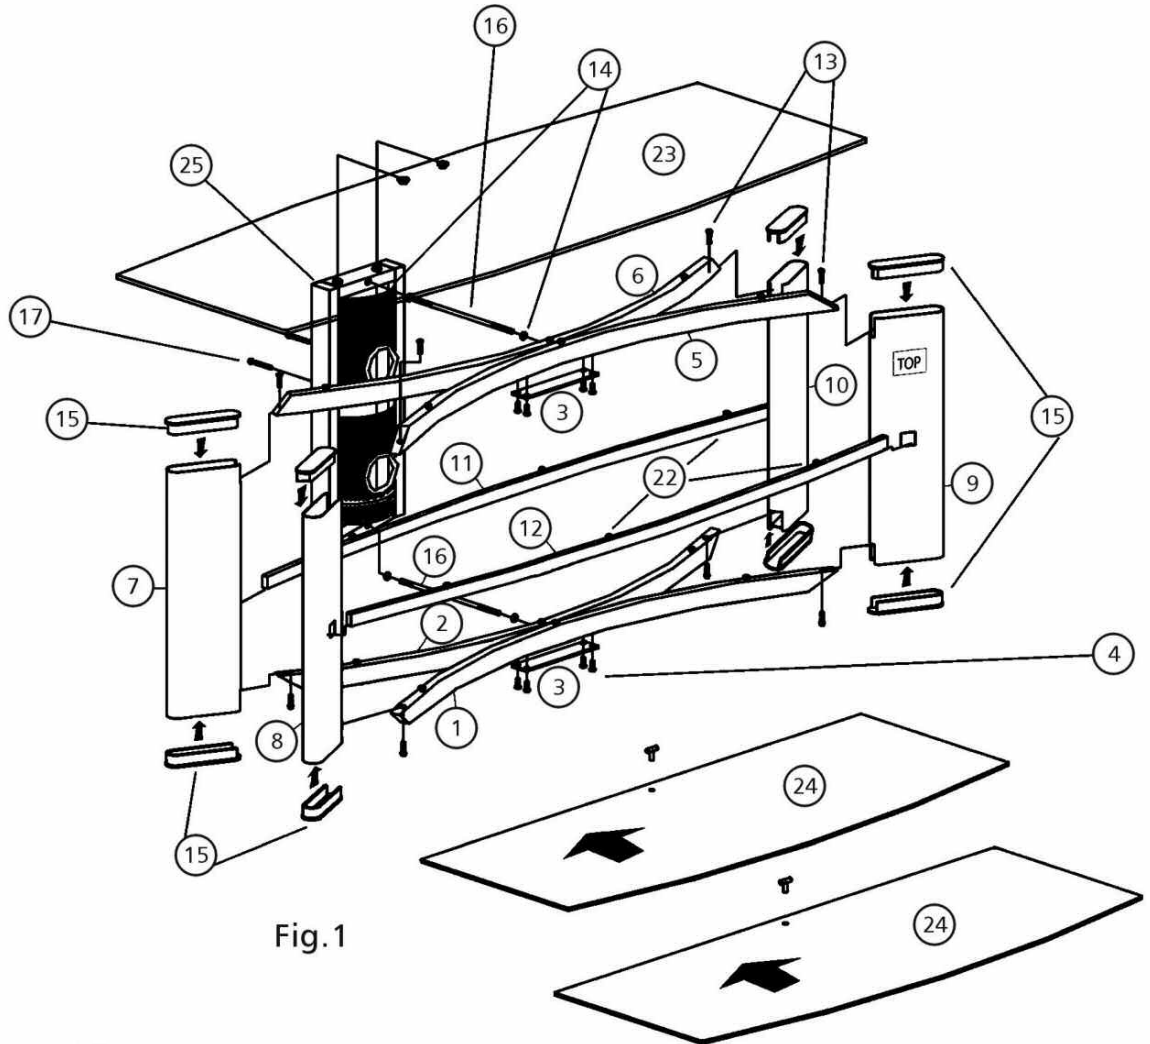
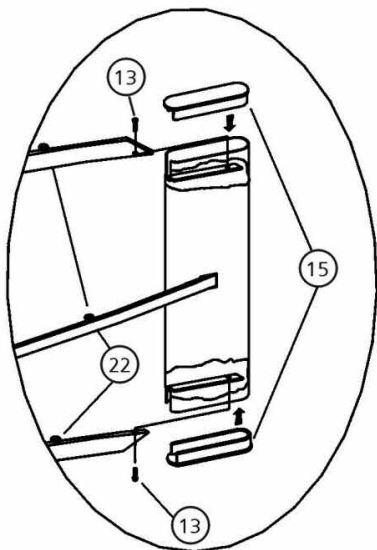

Fig. 1
Fig. 2
1. COLOQUE las barras del soporte INFERIOR (1) y (2) en POSICIÓN INVERTIDA con los dos orificios de la parte de abajo orientados hacia arriba y los orificios del centro de los lados ALINEADOS.
IMPORTANTE: Las barras de soporte FRONTAL (1) y (5) poseen un orificio en el lado trasero de la barra y NO en el lado frontal de la barra. Las barras de soporte TRASERO (2) y (6) poseen un orificio que atraviesa completamente las barras. Si están correctamente posicionados, los orificios estarán ALINEADOS cuando las barras se encuentren unidas entre sí. **OBSERVE QUE LA DIRECCIÓN DE LA INCLINACIÓN EN LOS EXTREMOS DE LAS BARRAS SEA LA ADECUADA DURANTE EL ENSAMBLAJE, SEGÚN SE MUESTRA EN LA FIG. 1.**
2. UNA SIN APRETAR una placa plana (3), con los orificios de los tornillos empotrados orientados hacia arriba, a las dos barras de soporte inferior, utilizando tornillos de cuello alto de 1/4" x 15 mm (4).
3. REPITA este ensamblaje con las barras de soporte SUPERIOR (5) y (6). OBSERVE QUE LA DIRECCIÓN DE LA INCLINACIÓN EN LOS EXTREMOS DE LAS BARRAS SEA LA ADECUADA DURANTE EL ENSAMBLAJE, SEGÚN SE MUESTRA EN LA FIG. 1.
4. GIRE las barras de soporte INFERIOR para que la placa (3) se apoye sobre el piso.
5. LAS CUATRO PATAS SON IGUALES. COLOQUE las cuatro patas (7), (8), (9) y (10) en posición vertical con las ranuras en la parte inferior de cada pata sobre la barra de soporte INFERIOR, como se muestra en la Fig. 1. La ranura en el lado medio de cada pata DEBE estar orientada hacia AFUERA alejada del centro de la mesa cuando se encuentre completamente ensamblada.
6. GIRE las barras de soporte SUPERIOR (5) y (6) unidas para que la placa (3) esté orientada hacia abajo mirando al piso. COLOQUE las barras de soporte SUPERIOR dentro de las ranuras en la parte superior de las patas. SUJETE SIN APRETAR las barras de soporte SUPERIOR a las patas con los tornillos de cuello recto de 1/4" x 15 mm (13).
8. INSERTE las barras de soporte del estante CENTRAL (11) dentro de las ranuras de las patas FRONTALES y TRASERAS, con la curvatura de las barras orientada HACIA FUERA, como se muestra en la Fig. 1.
9. CUIDADOSAMENTE COLOQUE las barras de soporte INFERIOR dentro de las ranuras de las patas con la placa (3) orientada hacia arriba. Los orificios del lado plano de la barra de soporte INFERIOR deben estar orientados hacia la parte TRASERA. AJUSTE las barras de soporte a las patas con los tornillos de cuello recto de 1/4" x 15 mm (13).
11. COLOQUE tapas de plástico (15) en la parte inferior de las patas como se muestra en la Fig. 2. AJUSTE POR COMPLETO la placa plana (3) a las dos barras de soporte inferior y GIRE CON CUIDADO la unidad para que se encuentre en posición vertical. COLOQUE tapas de plástico (15) en la parte superior de las patas como se muestra en la Fig. 2.
12. La parte TRASERA de las barras de soporte SUPERIOR E INFERIOR poseen un orificio taladrado en el centro de las barras donde se unen las barras de soporte FRONTAL y TRASERO. Desde la parte TRASERA, COLOQUE una arandela (14) sobre el orificio en las barras de soporte SUPERIOR. Utilice la LLAVE DE EXTREMO HUECO para ATORNILLAR el extremo roscado más corto del tirante LARGO (16) a través de la PARTE TRASERA de la barra de soporte SUPERIOR y dentro de la barra de soporte FRONTAL SUPERIOR, hasta que estén ajustadas. REPITA este ensamblaje del tirante (16) con las barras de soporte INFERIOR.
13. COLOQUE una arandela (14) sobre los extremos expuestos de los tirantes LARGOS (16). UBIQUE el lado abierto del sostén del CMS® (Sistema de administración de cables) (25) orientado hacia la parte TRASERA con los dos orificios de los tornillos de la parte SUPERIOR del sostén del CMS® orientados hacia arriba. DESLICE el sostén del CMS® sobre los extremos de los tirantes LARGOS (16) para que se apoye sobre la barra TRASERA de soporte del estante central (11). UNA la parte trasera del sostén del CMS® (25) a la barra de soporte con tornillos de 1/4" x 60 mm (17). NO LOS AJUSTE COMPLETAMENTE TODAVÍA.
14. UNA los tirantes LARGOS (16) a la parte trasera del sostén del CMS® con tornillos ABIERTOS de 1/4" x 16 mm (18).
15. RECORRA ESTOS PASOS y AJUSTE COMPLETAMENTE el sostén del CMS® al sostén de la mesa y la placa plana (3) a las dos barras de soporte superior.
17. COLOQUE almohadillas para vidrio (22) sobre la parte superior izquierda, central y derecha de las barras de soporte de los estantes INFERIOR, SUPERIOR y CENTRAL, como se muestra en la Fig. 1.
18. COLOQUE el estante SUPERIOR (el más largo) (23) sobre las barras SUPERIORES con los dos discos plateados orientados hacia la parte trasera y dentro de los orificios de la parte superior del sostén del CMS® (25). UNA los discos plateados al sostén del CMS® con los tornillos de 1/4" x 25 mm (19).
19. COLOQUE CUIDADOSAMENTE los estantes más pequeños (24) sobre los soportes para estantes INFERIOR y CENTRAL con los orificios de los estantes orientados hacia la parte TRASERA. INSERTE los estantes a través de las ranuras del sostén del CMS®. TRABE los estantes en su lugar con las clavijas en forma de T (20) a través de los orificios en la parte trasera de los estantes.